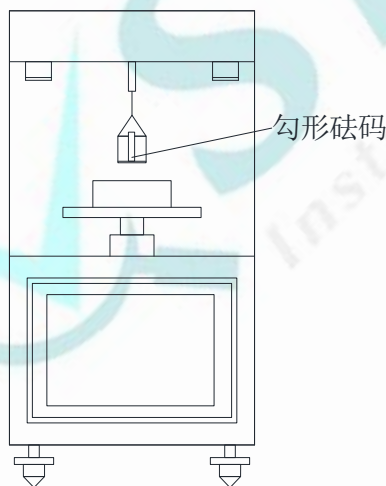

图4
1.2 点击“清零”按钮，按照图4，将配套的 1.0g 钩形砝码挂到铂环上。砝码重量应显示 1.000g±0.010g，如果砝码重量不对，请按“砝码标定”按钮进行重新标定。